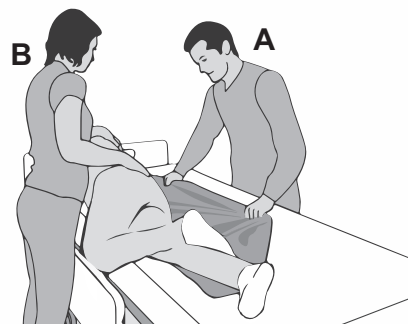

Figure 6
8. (Zorgverlener A) Vouw het glijzeil uit onder de zorgvrager zodat het onder de volledige zorgvrager is geplaatst en trek het vlak. (**See Figure 6**)